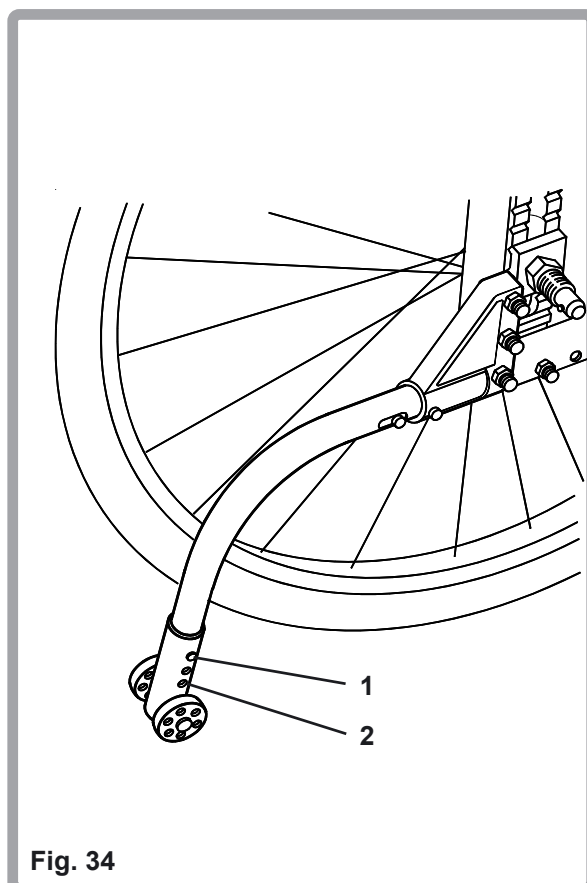

Fig. 34
La hauteur des roulettes anti-bascule (Fig. 34) peut être réglée en appuyant sur les deux goupilles (1) des roulettes anti-bascule et en déplaçant l'ensemble roulette à la position souhaitée. Il existe 3 positions de (2) réglage. S'assurer que les goupilles de verrouillage sont bien encliquetées dans les trous appropriés avant d'utiliser le fauteuil.